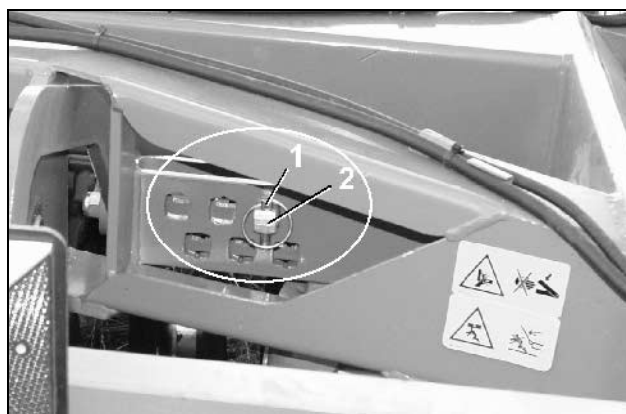

Fig. 29
- Demontera låssprintarna (Fig. 29/1)
- Montera excentersprintarna (Fig. 29/2) i önskad position.